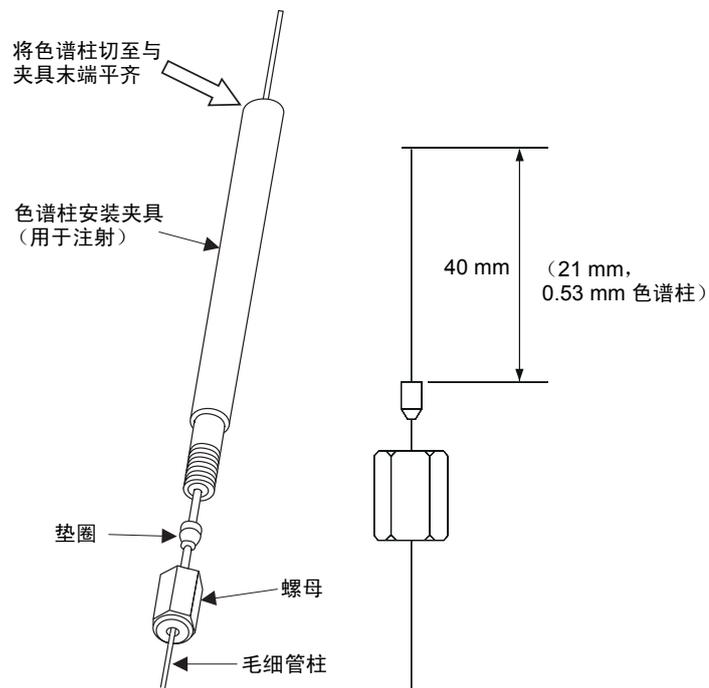

图 2.23 使用色谱柱安装夹具
- (1) 将毛细管柱推过聚胺酯垫圈和螺母。请参阅图 2.23 “使用色谱柱安装夹具”。
- (2) 将毛细管柱末端插入色谱柱安装夹具 (P/N 225-11657-09) 内，保持毛细管柱从夹具末端伸出约 1 cm 长；如图 2.23 “使用色谱柱安装夹具”所示，拧紧螺母将其固定。将毛细管柱末端伸出来的部分切掉。